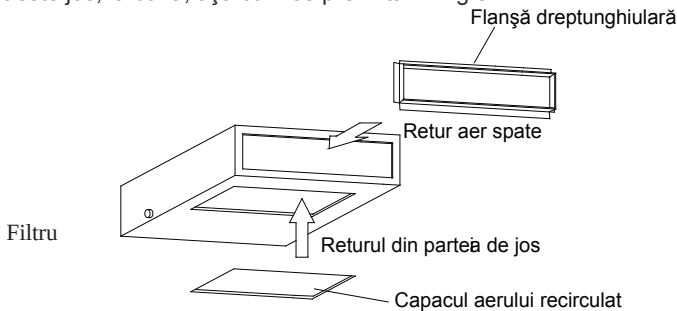

Fig.37
(2). Amplasarea implicită pe instalație a flanșei dreptunghiulare este la spate, iar capacul pentru aer recirculat este jos, la bază, așa cum se prezintă în Fig.37.